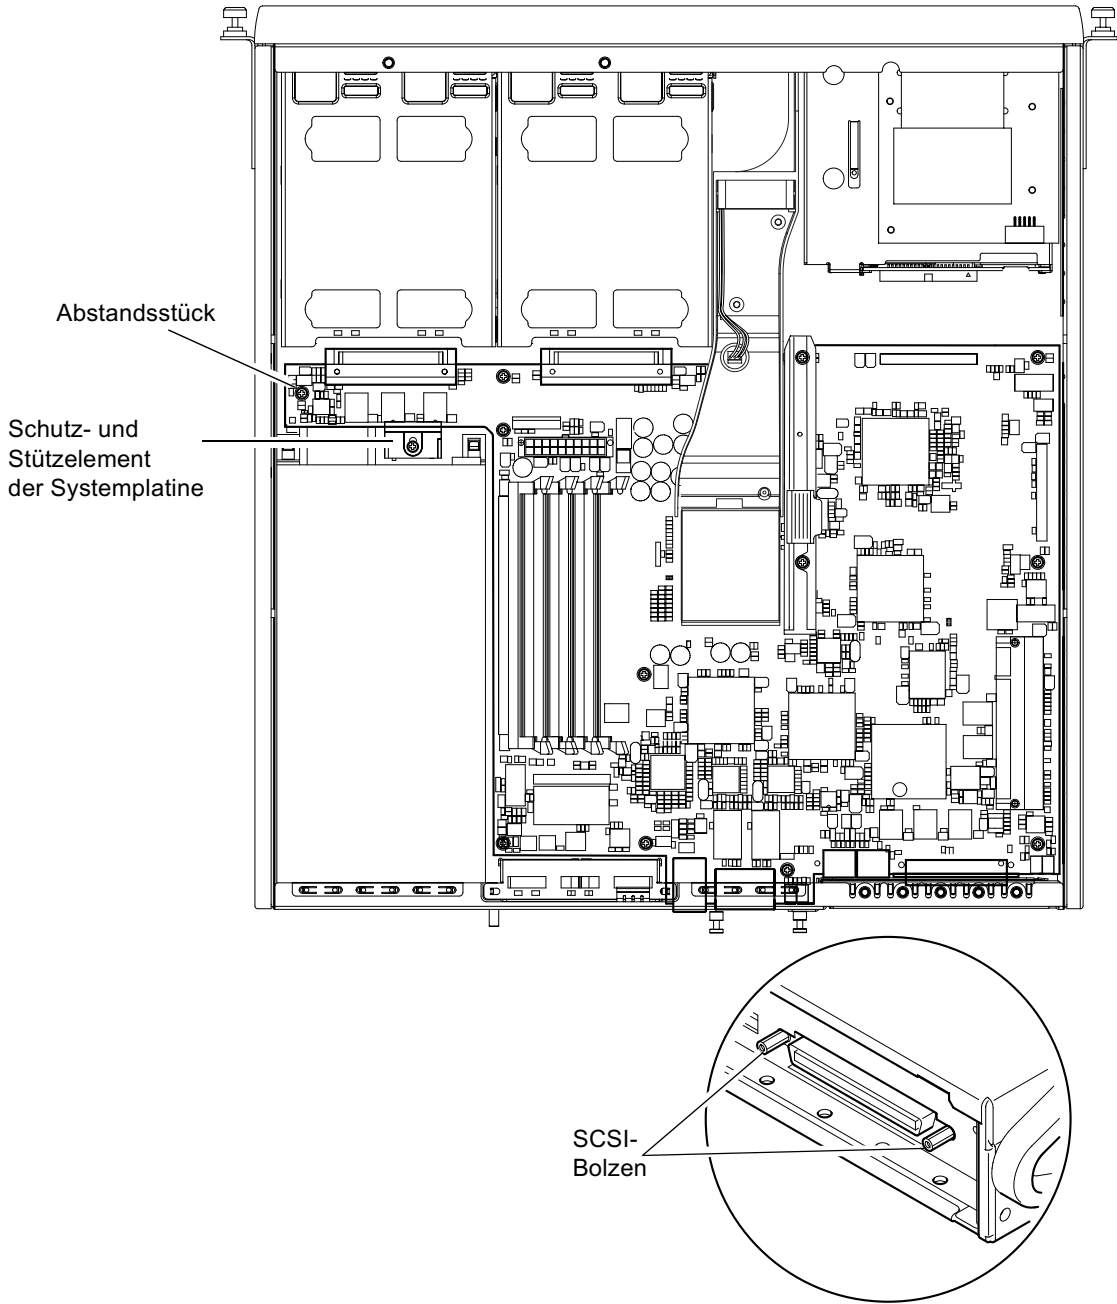

ABBILDUNG 11-7 Systemplatine
- 10. Lösen Sie das Schutz- und Stützelement für die Systemplatine (es befindet sich zwischen der Stromversorgungseinheit und dem Einbauschacht für Festplattenlaufwerk 1), und schieben Sie es bis zur Stromversorgungseinheit zurück (siehe ABBILDUNG 11-7).**
- 11. Lösen und entfernen Sie die Halterung der PCI-Karte (siehe ABBILDUNG 11-7).**
- 12. Lösen Sie alle Befestigungsschrauben der Systemplatine (siehe ABBILDUNG 11-7).**
- 13. Lösen Sie die SCSI-Bolzen an der Gehäuserückseite (siehe ABBILDUNG 11-7).**
3. Legen Sie die Systemplatine nun auf das Abstandsstück zwischen dem Lüfter der Stromversorgungseinheit und dem Einbauschacht für Festplattenlaufwerk 1 auf (siehe ABBILDUNG 11-7).
4. Setzen Sie die SCSI-Bolzen ein (siehe ABBILDUNG 11-7), und ziehen Sie die dazugehörigen Schrauben lose an.
5. Setzen Sie alle Befestigungsschrauben der Systemplatine lose an (siehe ABBILDUNG 11-7). Setzen Sie keine Schrauben in die Bohrungen für die Halterung der PCI-Karte.
12. Schieben Sie das Schutz- und Stützelement der Systemplatine nach vorn, bis es in die Systemplatine eingreift (siehe ABBILDUNG 11-7).